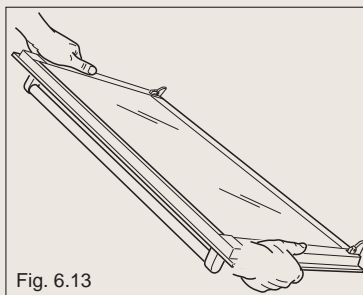

Fig. 6.13
- * Saisir solidement la porte (fig. 6.13).